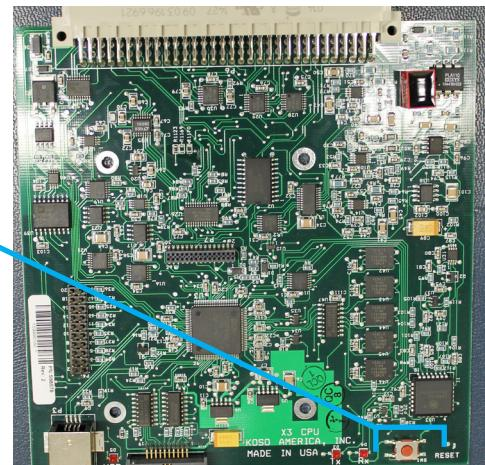

Figura B.5-2 Interruptor de restauración
Con **Posición Alta** en la pantalla, oprima la tecla (I)NTRO. = comenzará a parpadear. Con las teclas Desplazarse arriba y Desplazarse abajo, coloque el actuador en el punto de extensión deseado y oprima de nuevo (I)NTRO. El valor mostrado se registrará como el punto de conexión de la Posición Alta. Cuando se complete la calibración y antes de volver al modo "AUTO", presione el botón REINICIAR situado en la parte superior de la placa de CPU REXA. Esto ajustará el nuevo valor asentado como el objetivo SLC. Vea la Figura B.5-2